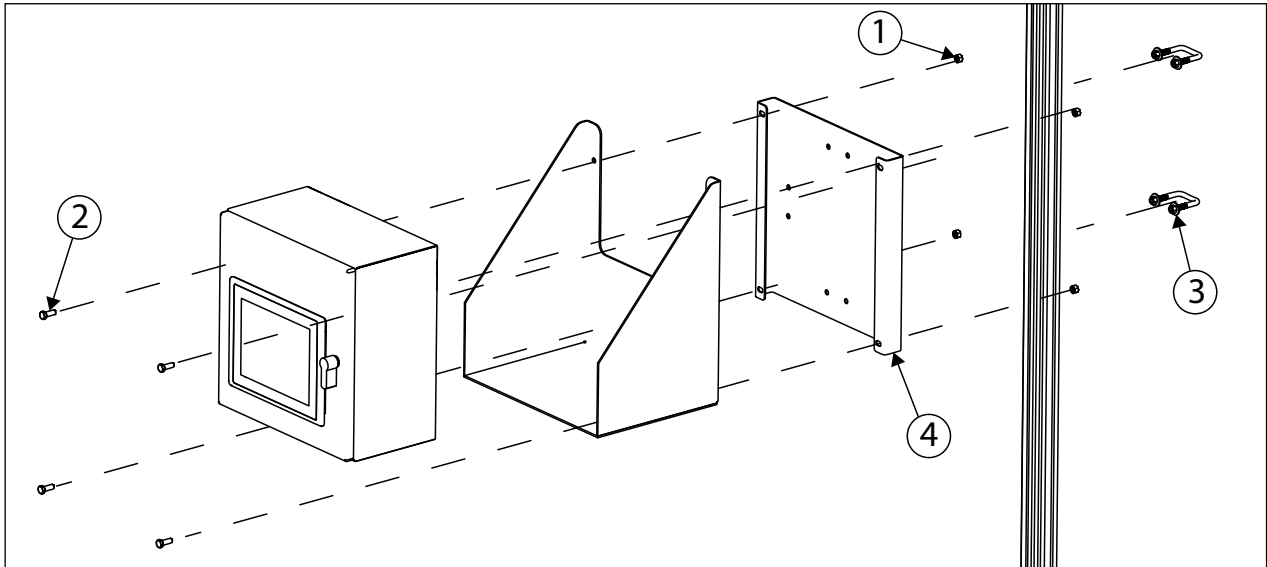

Abbildung 5-9. Optionale Anzeigeterminalhalterung
**ANMERKUNG:** Wenn die optionale Ablage für das Anzeigeterminal (TN 212260) installiert wird, muss sie zwischen dem Anzeigeterminal und der Montageplatte befestigt werden (siehe Abbildung 5-9).